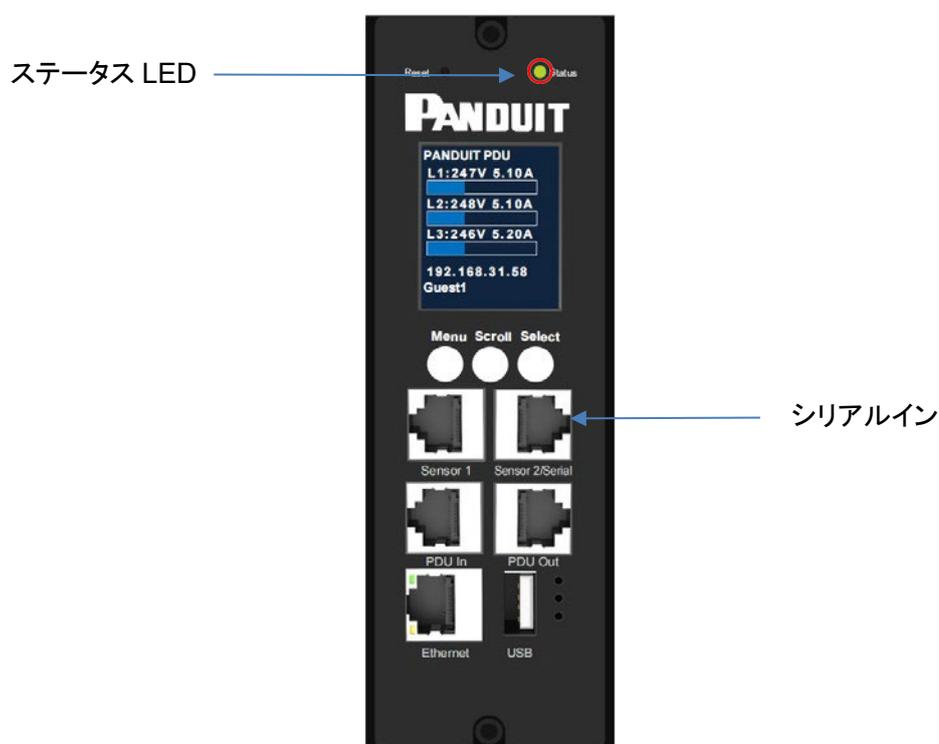

図 2: ステータス LED とシリアルインの識別
3. Web インターフェースへのアクセスを確認します。PDU 前面パネルの Ethernet LED は、通信状況を色と表示動作で示します。（図 2 参照）